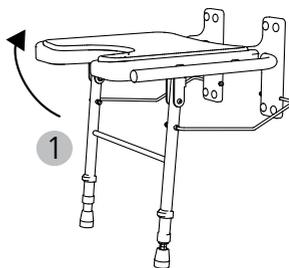

Abb. 6
1. Zum Zusammenfalten die Sitzfläche hochziehen (Abb. 6, 1). Die Beine klappen selbstständig ein und der Duschklappsitz wird platz sparend an der Wand gehalten.